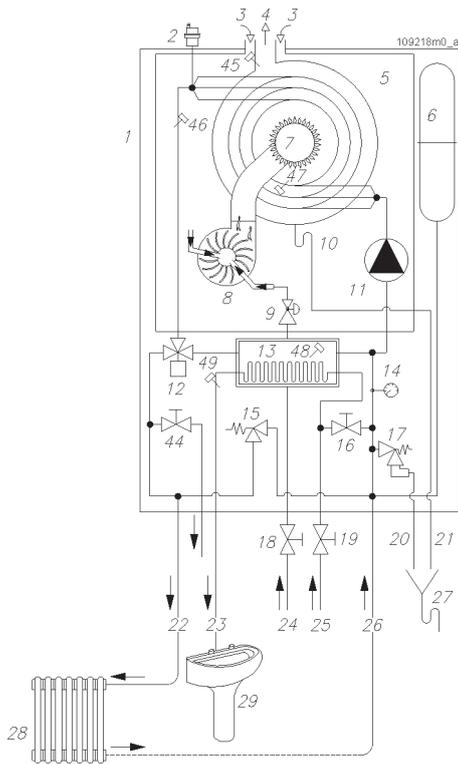

Abbildung 2 - Hydraulikplan Serie WKM mit integrierter Warmwasserbereitung & Heizkörperheizung
Zeichenerklärung für die Abbildung 2,3,4 und 5
- WKM--. Mit diesem Heizkessel kann man eine Anlage für die Durchlaufwassererwärmung sowie eine Heizungsanlage realisieren, deren Heizkörper Temperaturen zwischen 40°C und 80°C erreichen können. Für ein Beispiel dieses Anlagentyps siehe Abb. 2.